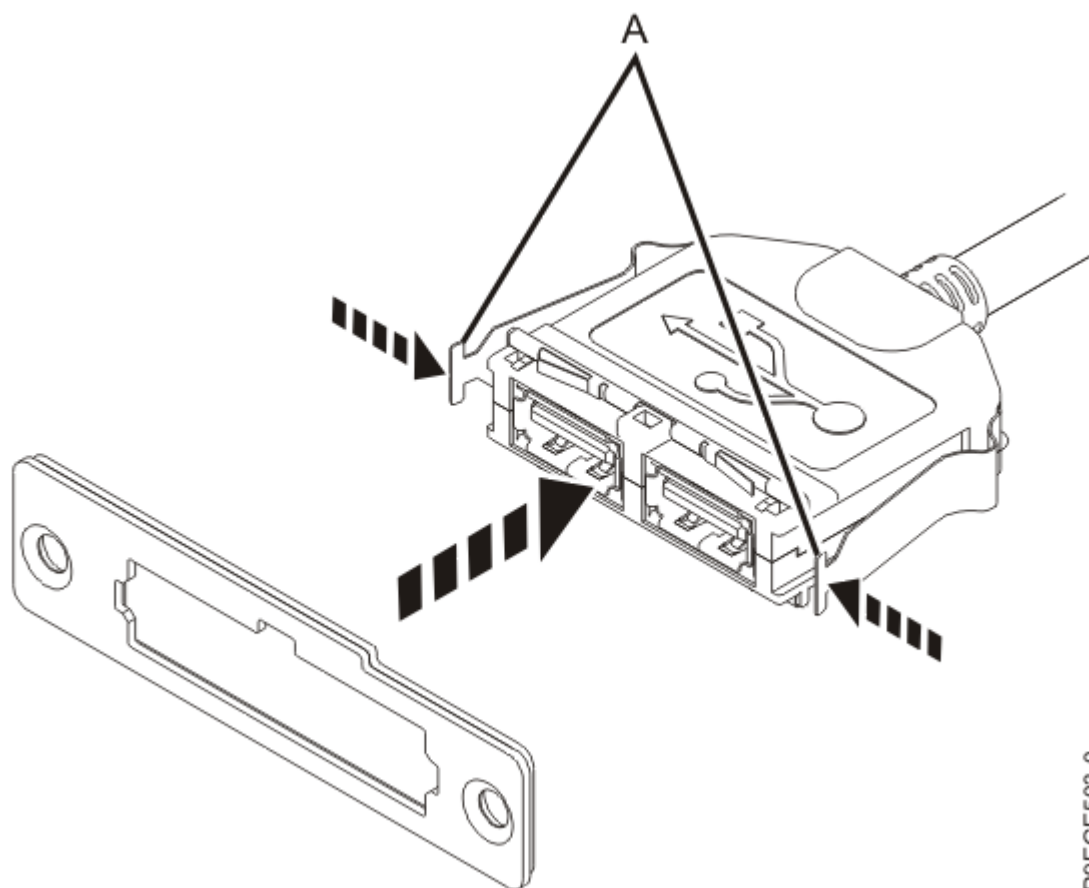

Figura 10. Instal·lació del cable frontal USB al receptacle frontal USB
2. Fixeu el sòcol del cable USB al receptacle USB. Assegureu-vos que la pestanya del sòcol quedi alineada amb el receptacle. Pinceu les pestanyes **(A)**, tal com es mostra a la Figura 10 a la pàgina 12, i inseriu el sòcol a l'orifici fins que les pestanyes quedin encaixades al seu lloc.